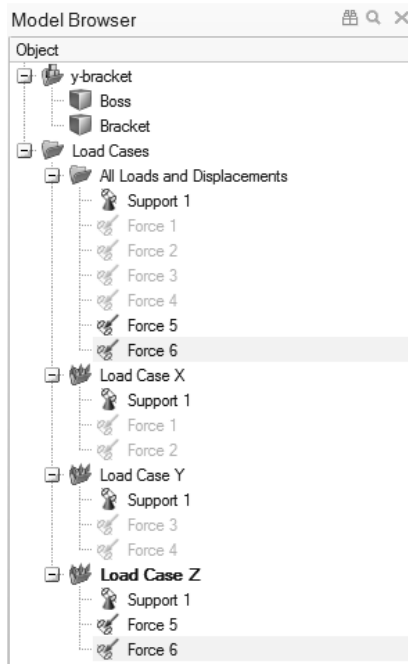

图 5-27
7) Force 5 和 Force 6 即会被添加到模型浏览器中的 Load Case Z 中, 如图 5-27 所示。